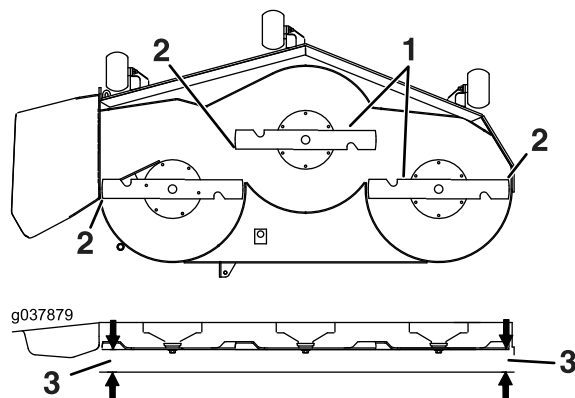

Figura 84
6. Măsurați de la vârful lamei până la suprafața plană (Figura 84). Dacă ambele măsurători nu sunt mai mici de 5 mm, reglați planeitatea; continuați cu această procedură.
14. Rotii cu atenție lamele dintr-o parte în cealaltă (**Figura 84**).